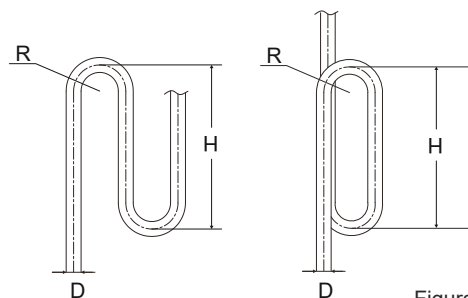

Figura 4.8
- Quando a unidade de exterior estiver acima da unidade de interior e a diferença de nível for superior a 20 m, é recomendado configurar uma curva de retorno de óleo a cada 10 m de intervalo no tubo de gás das tubagens principais. As especificações recomendadas da curva de retorno de óleo são mostradas na Figura 4.8.
- Requisito 3:** A maior diferença de nível entre as unidades interior e exterior não deve exceder 110 m (se a unidade de exterior estiver acima) ou 110 m (se a unidade de exterior estiver abaixo). Além disso: (i) se a unidade de exterior estiver acima e a diferença de nível for superior a 20 m, recomenda-se que uma curva de retorno do óleo com as dimensões especificadas na Figura 4.8 seja colocada a cada 10 m no tubo de gás do tubo principal; e (ii) se a diferença de nível for superior a 40 m (a unidade de exterior estiver abaixo) ou 50 m (a unidade de exterior estiver acima), o tamanho do tubo principal (L1) deve ser aumentado conforme o quadro 4.7.